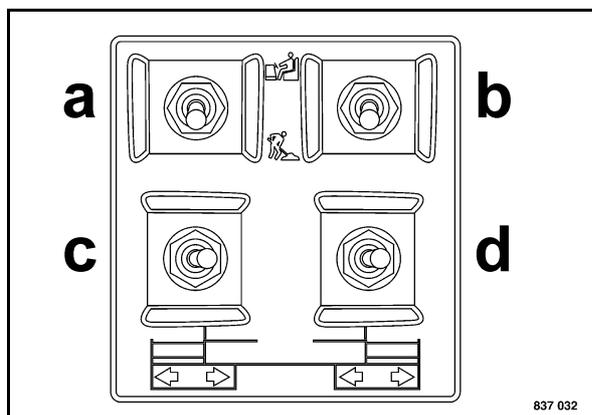

Fig. 85
- Impostare la larghezza a sinistra c (Fig. 85) e a destra (d) del ferro da stiro.